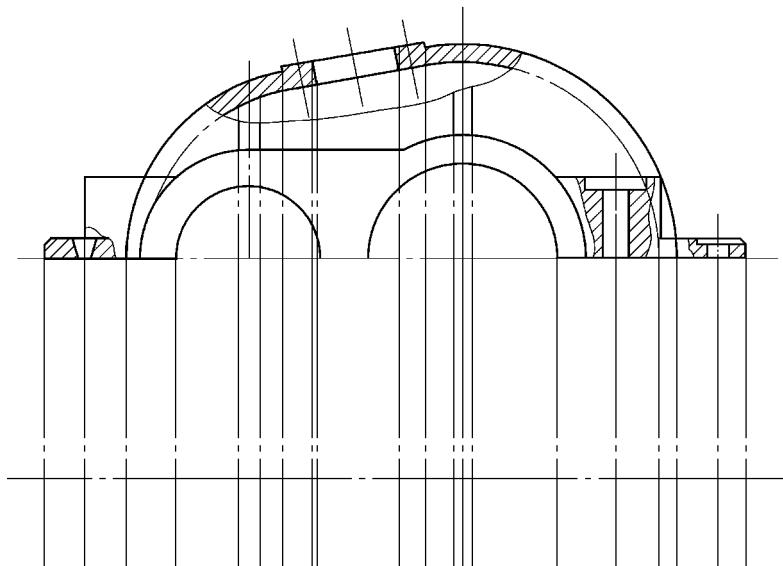

图 11-64 绘制俯视图中心线及辅助线
13) 切换至中心线层，绘制定位辅助线，如图 11-64 所示。